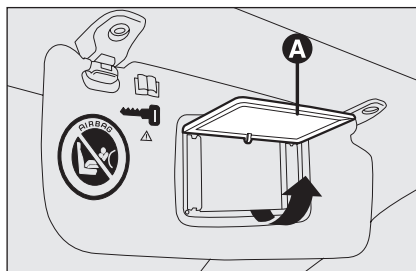

fig. 38
- ☐ ouvrir le cache **A**-fig. 38 du miroir;